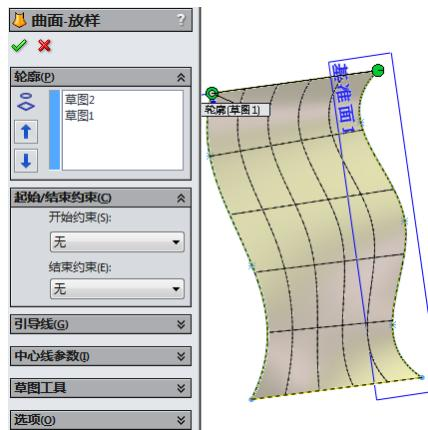

图 6-48 “曲面—放样”属性管理器
- 05** 在“曲面—放样”属性管理器中，单击 $\square$ 图标右侧的显示框，然后在图形区域中按顺序选择轮廓草图，则所选草图出现在该框中。在右面的图形区域中显示生成的放样曲面，如图 6-48 所示。